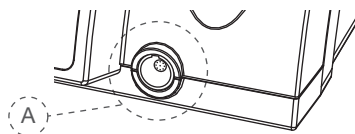

Fig. 2 Vedere frontală a racordului
5. Conectați ștecărul cablului micromotorului la priza de racordare (fig. 2, A) de pe partea frontală a unității de comandă.
Priza de racordare (fig. 2, A) este un conector tip mamă. Orientați în sus punctul roșu de pe conectorul tată astfel încât să se potrivească cu ghidajul prizei de racordare. Nu înșurubați conectorul tată în priză. Pentru scoaterea din priză, trageți de capătul metalic al cablului. Nu încercați să scoateți conectorul prin deșurubare.